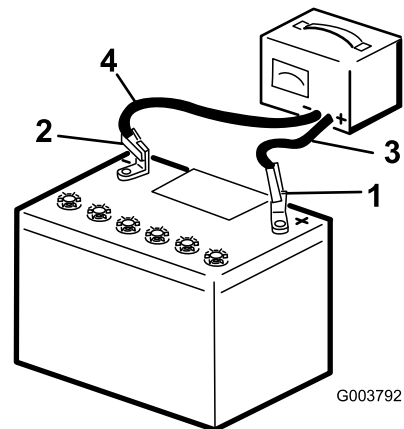

Figura 46
3. Collegate il cavo di ricarica positivo al polo positivo della batteria (Figura 46).
4. Collegate il cavo di ricarica negativo al polo negativo della batteria (Figura 46).
6. Quando la batteria è completamente carica, staccate il caricabatterie dalla presa elettrica e scollegate i cavi di ricarica dai poli della batteria (Figura 46).